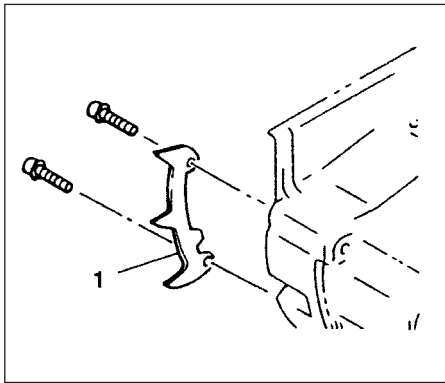

Fig.1-0
\* Installer den piggede bumper (1) (hvis udstyret med) til enheden med de to skruer. (Fig. 1-0)